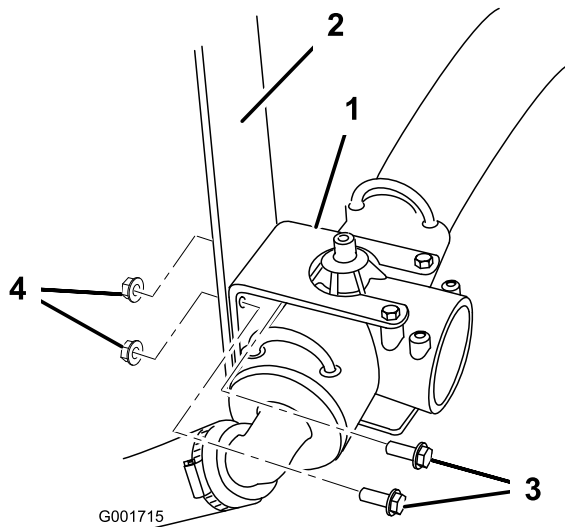

図 8
2. **マルチプロ 1200 のみ**: 送液 T 字フィッティング上部の緑色のチューブ・フィッティングから赤い水圧計用チューブを外す (図 8)。
3. 送液 T 字フィッティングの取り付けブラケットを車体に固定しているボルト (2本) とナット (2個) を外す (図 8)。ボルト・ナットは後で使用する。